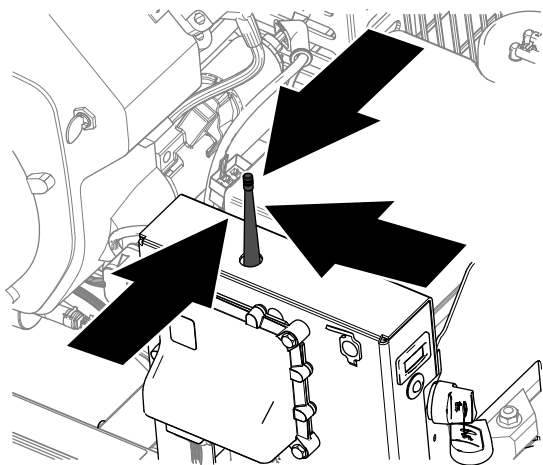

Bild 50
3. Stellen Sie sich mit der Handfernbedienung in der Nähe des Funksteuermoduls in einen Bereich mit freier Sicht zur Antenne (Bild 50).